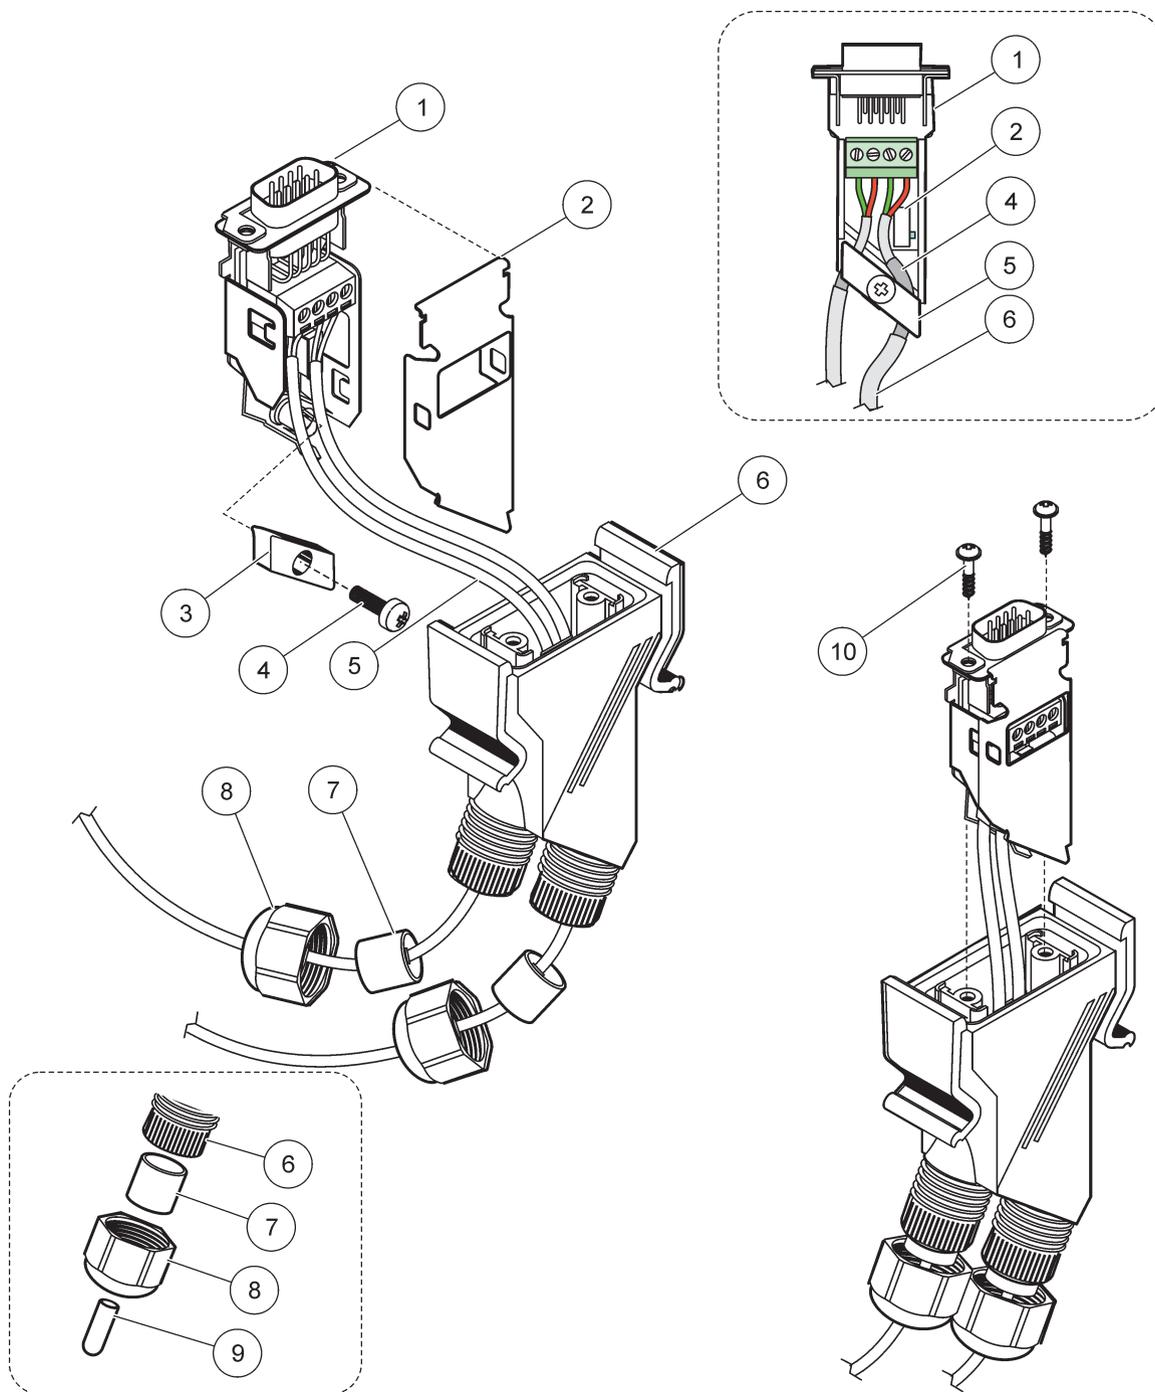

Figura 31 Connessione del connettore di rete alla resistenza terminale della rete SC1000
2. Inserire il cavo attraverso il dado di giunzione, la guarnizione in gomma e l'alloggiamento del connettore (Figura 31).
Nota: Quando si utilizza il connettore con l'ultimo modulo nel segmento di rete, un dado di giunzione resta inutilizzato. Unire il dado di giunzione con la spina fornita. Fare riferimento alla Figura 31.
² Utilizzare questa spina se il bloccacavo non viene usato, fare riferimento all'inserimento in Figura 31.